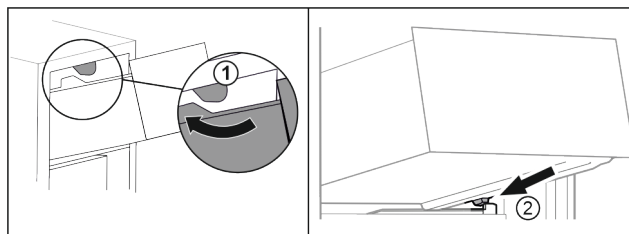

Fig. 22
- ▶ Poprowadzić szufladę wokół górnego stopera. Fig. 22 (1)
- ▶ Założyć szufladę pod skosem za dolnymi stoperami na żebro pojemnika. Fig. 22 (2)